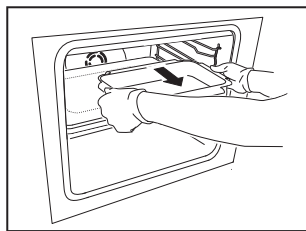

Fig. 2
2. Quindi, utilizzare le maniglie laterali per afferrare meglio il recipiente di cottura e rimuoverlo (Fig. 2).